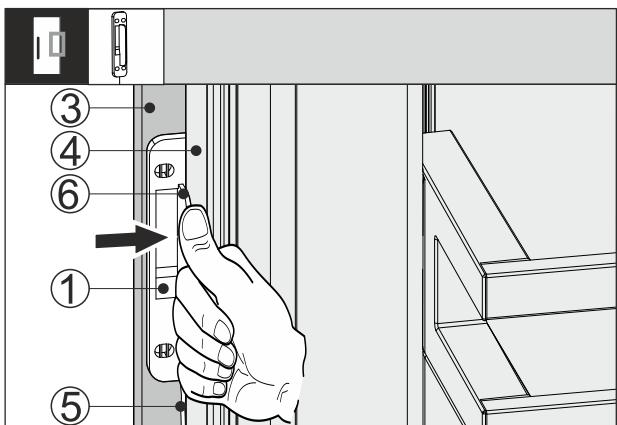

Fig. 66
- ▶ Вкарайте датчика за почукване Fig. 66 (1) между мебелното чelo Fig. 66 (3) и вратата на уреда Fig. 66 (4), така че кабелът Fig. 66 (5) да е леко опънат. Ограничителят Fig. 66 (6) на датчика за почукване приляга към вратата на уреда Fig. 66 (4).
- ▶ Притиснете датчика за почукване Fig. 66 (1) към мебелното чelo Fig. 66 (3).
- ▶ Датчикът за почукване Fig. 66 (1) е залепен. Залепването на датчика за почукване оптимизира предаването на сигнала с почукване.
- Трайното фиксиране на датчика за почукване Fig. 66 (1) удължава живота му.
- ▶ Завинтете датчика за почукване Fig. 66 (1) с доставените винтове към мебелното чelo Fig. 66 (3).